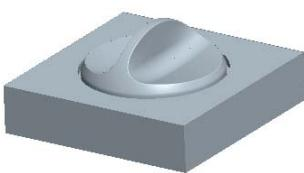

图 11.8 着色后的下半部分体积块
Step5. 系统弹出“属性”对话框，在该对话框中单击 **着色** 按钮，着色后的体积块如图 11.8 所示。然后在对话框中输入名称 LOWER_MOLD_VOL，单击 **确定** 按钮。